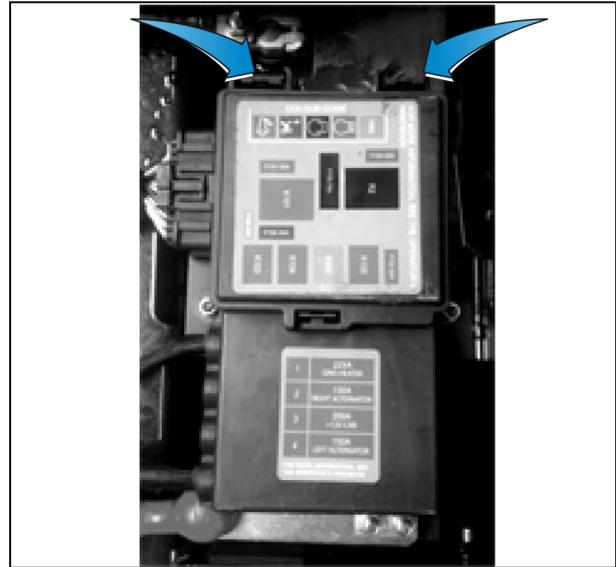

Fig. 44.
- Sujete la parte trasera de la cubierta vea Fig. 44. , suelte las pestañas de sujeción, tire hacia arriba y gírela hacia usted.